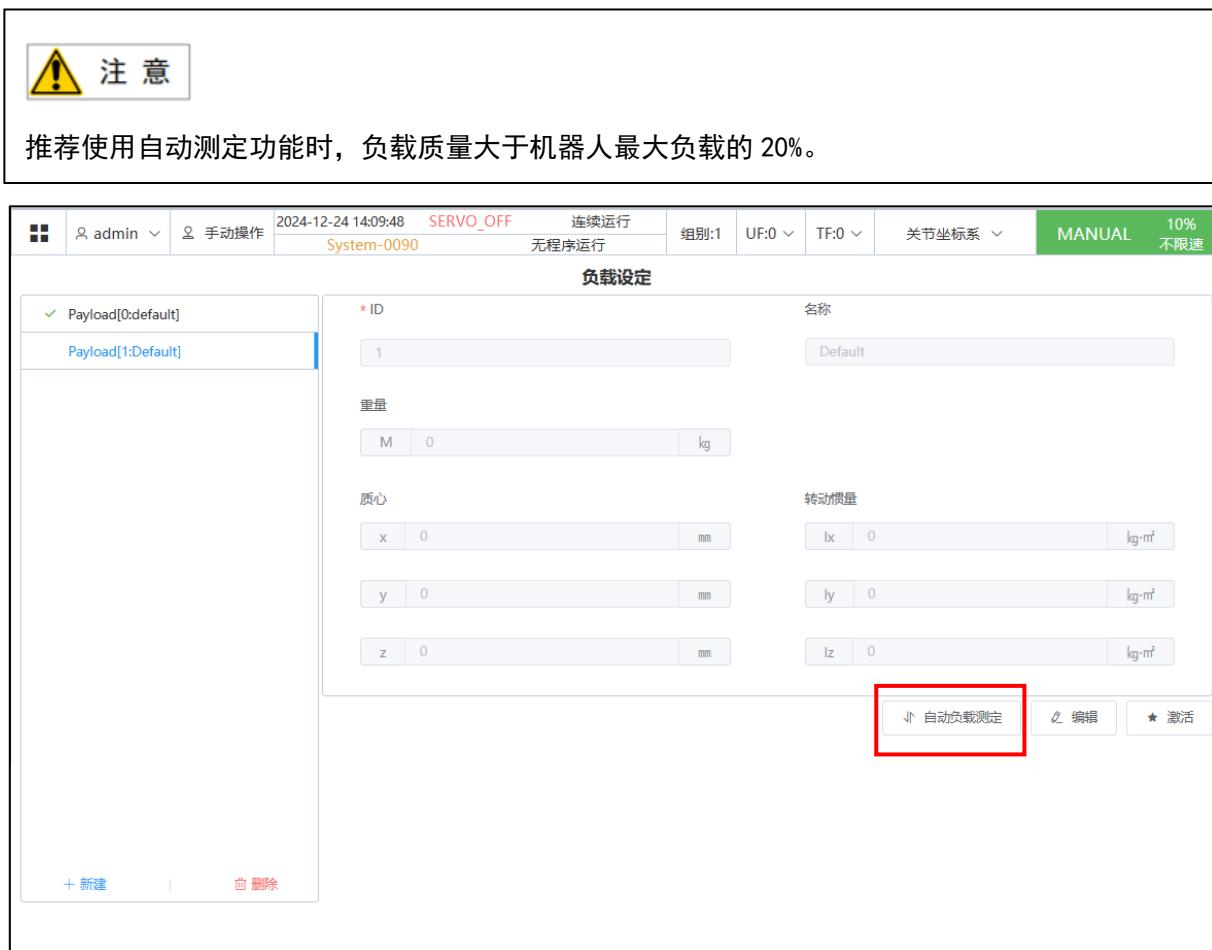

图 4.6 自动测定负载
1. 点击“新建”新建负载设定后。点击“编辑”，即可手动输入负载数据，如图 4.6 所示。